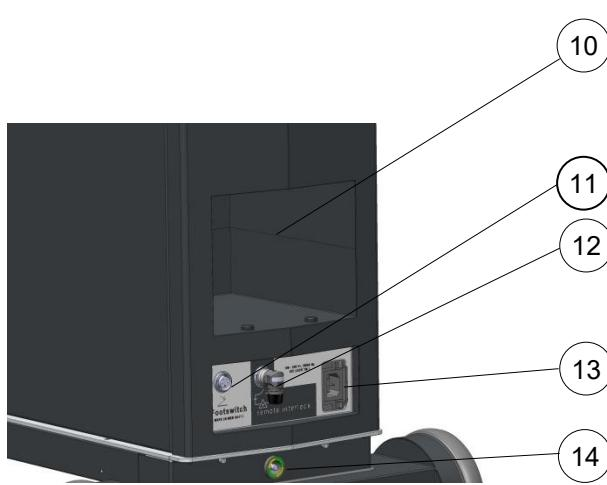

Fig. 3-2: Vista posterior
- Para separar la ELIOS laser console de la red, desconectar el cable de alimentación de la ELIOS laser console (Fig. 3-2).
- La ELIOS laser console debe estar dispuesto de manera que permita la desconexión del cable de alimentación del aparato (Fig. 3-2) en todo momento.
El pedal debe conectarse al conector del pedal (ver Fig. 3-2). El pedal se utiliza para activar la emisión del láser. Al accionar el pedal se activa la emisión del láser. Al soltar el pedal se interrumpe la emisión del láser.
La ELIOS laser console está equipado con un conector para la ecualización de potenciales eléctricos (ver Fig. 3-2). La conexión a un conector equipotencial adicional puede realizarse utilizando un cable de ecualización de potencial.
La ELIOS laser console está equipado con un conector de bloqueo remoto, es decir, un contacto de cierre de puerta (ver Fig. 3-2). Si los contactos del conector están abiertos, se interrumpe la emisión del láser. Puede obtenerse más información sobre la conexión de un bloqueo remoto a la ELIOS laser console a través de MLase AG o del servicio técnico autorizado.